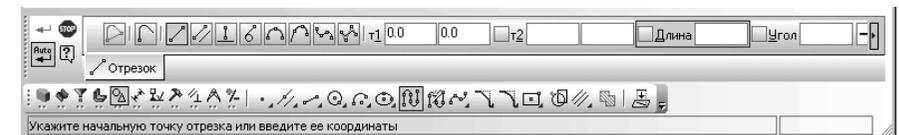

Рис. 2.43. Фрагмент главного окна системы: **Панель свойств: Непрерывный ввод объектов** с открытой вкладкой **Отрезок**, **Компактная панель** и **Строка сообщений**
- щелкните в **Панели свойств: Непрерывный ввод объектов** по кнопке **Отрезок**. Откроется вкладка **Отрезок** с соответствующими параметрами, показанная на рис. 2.43.